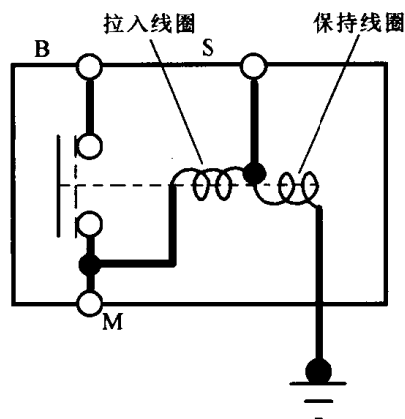

图 1-1-6 检查 S 与 M 端子之间的导通性
2. 检查 S 与 M 端子之间拉入线圈的导通性（图 1-1-6）。如果导通，该线圈正常。